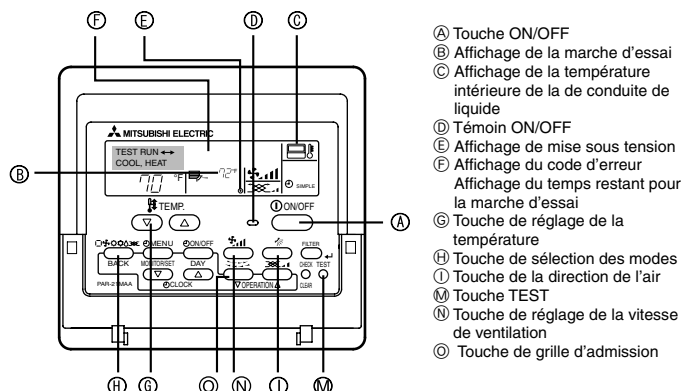

Fig. 7-1
7.2.1. Utilisation de la télécommande filaire (Fig. 7-1)